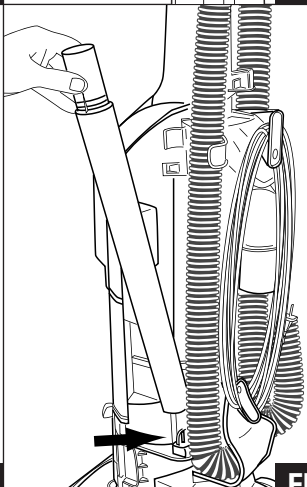

FIG. 5
- Step 8:** Store the wands on the side of the vacuum in front of the hose (FIG. 5).
Étape 8 : Rangez les rallonges sur le côté de l'aspirateur devant le tuyau (FIG. 5).
Paso 8: Guarde los tubos en el costado de la aspiradora en frente de la manguera (FIG. 5).